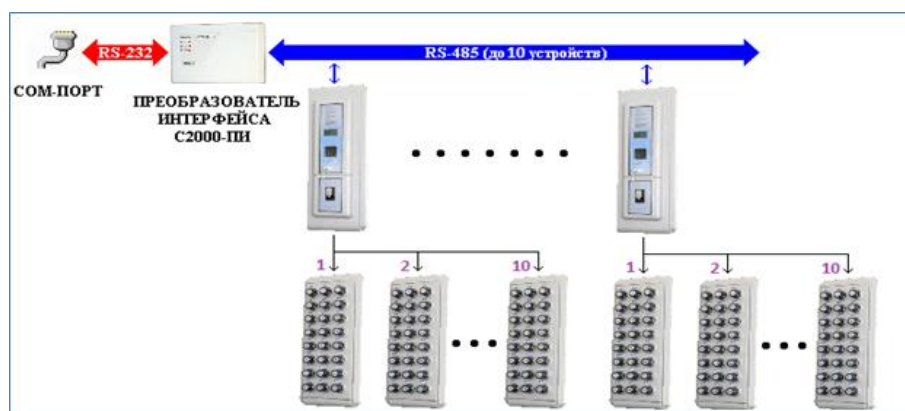

Рисунок 1-15 Схема подключения электронных сейфов для ключей к COM-порту
- к COM-порту (см. Рисунок 1-15),